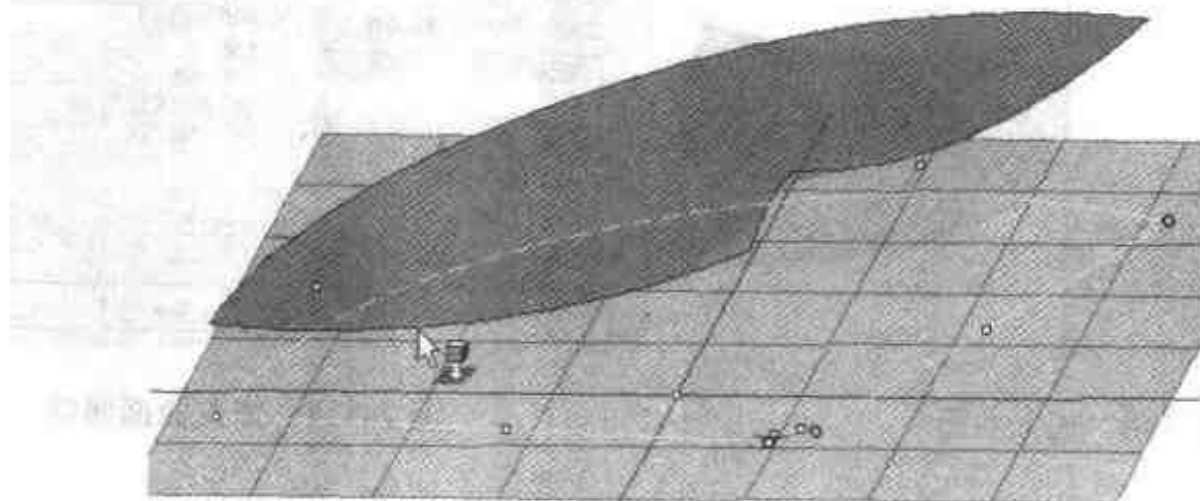

图 2.117 将曲面的四边投影到二维截面上
- (3) 单击【投影 3D 边】按钮, 依次选择主曲面的 4 条边, 结果此 4 条边都会投影到二维截面栅格上, 如图 2.117 所示。